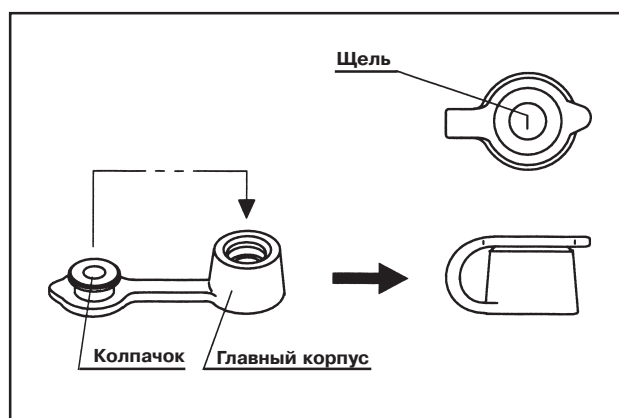

Рис. 3.6.
2. Щель в верхней части корпуса биопсийного клапана плотно закройте колпачком, как это показано на рис. 3.6.